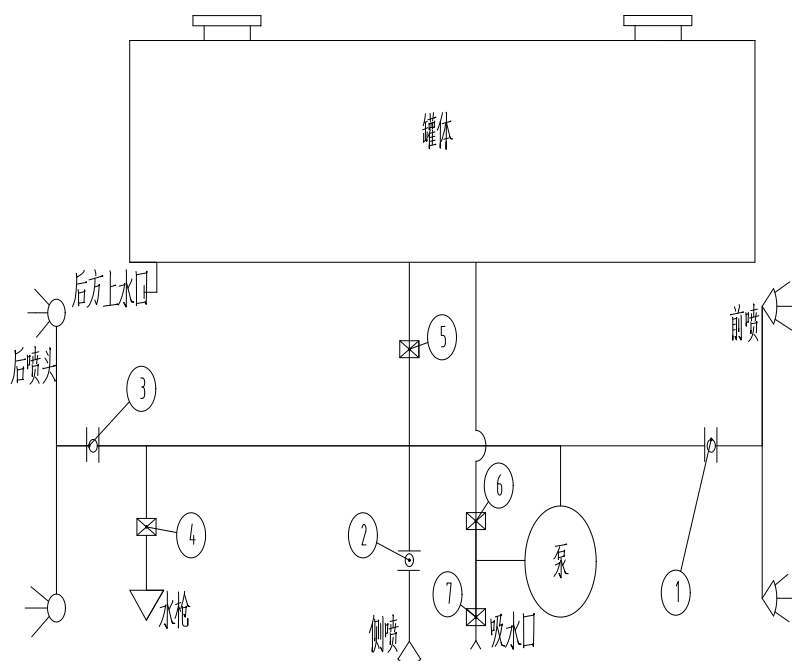

图 1 水路系统示意图
洒水车主要由汽车底盘、水罐、水泵、取力器、喷水装置、吸水装置、控制装置组成，其水路系统如图 1 所示。
4.3.1.1 根据工作情况，调整好工作装置，参看图 1，打开球阀 6。